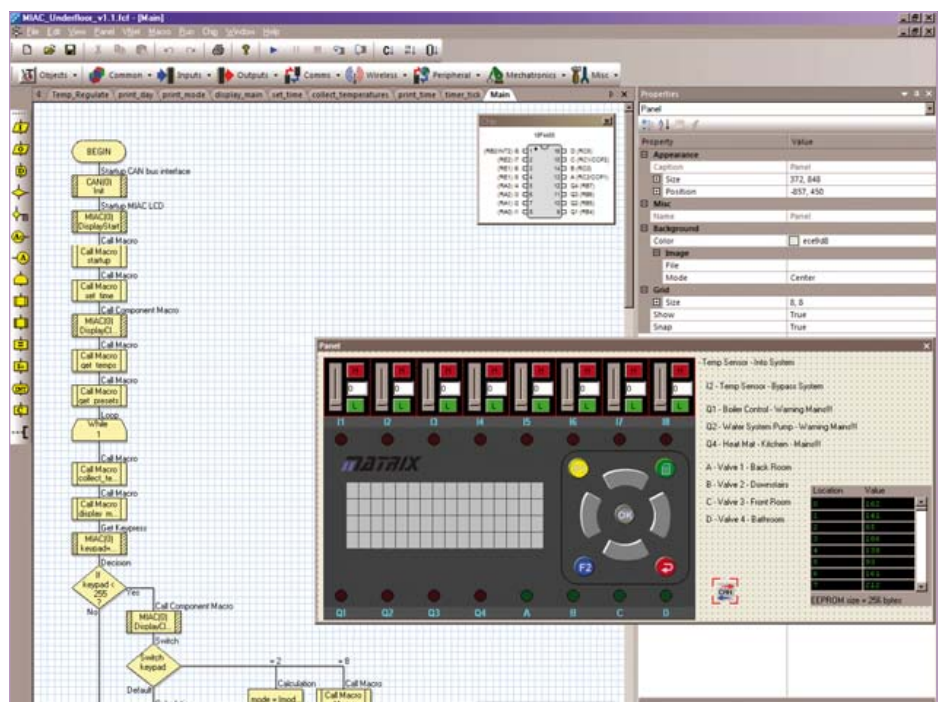

Bild 2. Flowcode ist ideal zur Programmierung eines MIAC-Controllers.
Der Lautstärkesteller  $R_p$  ist eigentlich nichts anderes als ein aus R3 und R2 bestehender Spannungsteiler mit  $R2 + R3 = R_p$ . Anders dargestellt sieht man das im Schaltplan **Bild 2**. Für die Spannungsteilung (Abschwächung) gilt:
**Bild 2** zeigt eine kleine Auswahl an Rechenschiebern: Eine miniaturisierte Kombination von Rechenschieber und Schiebellehre, die in eine Hülle für die Hosentasche passt. Dann zwei Standard-10-Zoll-Exemplare mit Anleitung-